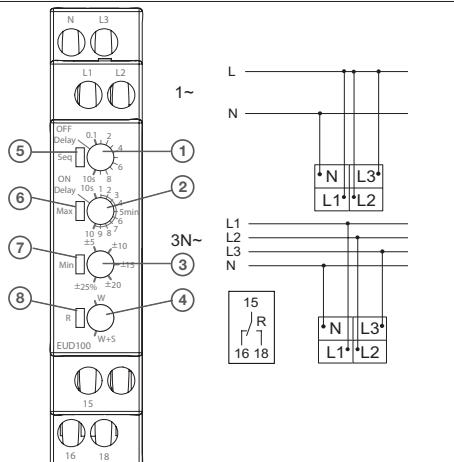

Fig 1: Layout of the device; Connection
- Das Gerät gemäß nach Bild 1 anschließen und verdrahten.
- Connect and wire the device according to Figure 1.